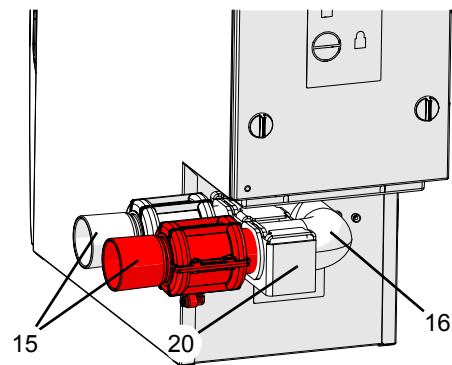

Bild 3
Sugkanalerna öppnas och stängs med pneumatiska nypventiler (15, bild 3). Därför krävs tryckluft.
- ⇒ Dra ut nypventilerna (15, bild 3) ur insugsgrenröret (16, bild 3).
- ⇒ Skruva loss den räfflade skruven (19).
- ⇒ Lossa insugsgrenröret (16) tillsammans med hållaren (20) genom att vrida fästskruvarna (26) och dra det bakåt från sugmunstycket i suganordningen (A).
- ⇒ Skjut ut insugsgrenröret ur hållaren (B), vrid det (C) och skjut tillbaka det i hållaren i ett nytt läge (D).
- ⇒ Placera insugsgrenröret på avgassystemets sugmunstycke och häng fästet (E) i fästskruvarna (26).
- ⇒ Fäst hållaren med den räfflade skruven (19).